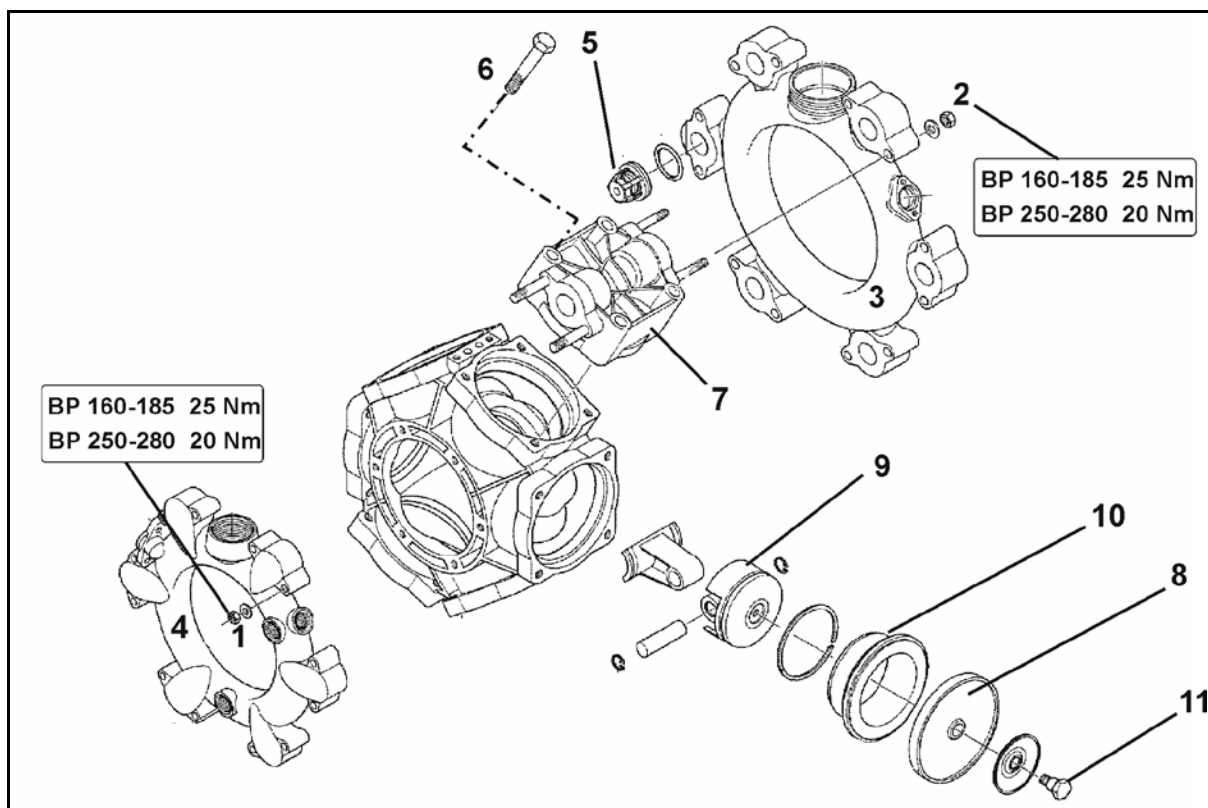

Bild 186
Kontrollera spjället då och då (Bild 186/7).
- Skjut då in spjället så långt i munstyckskropparna (Bild 186/2) som möjligt med måttlig tumkraft.
- Sätt dit munstycksfiltret (Bild 186/1) underifrån i munstyckskropparna (Bild 186/2).
- Lägg in munstycket (Bild 186/3) i bajonettmuttern (Bild 186/4)
- Lägg i gummitätningen (Bild 186/5) över munstycket.
Avlagringar på membransätet (Bild 186/6) är orsaken till att det droppar från avstängda munstycken då sprutrampen är avstängd. Rengör då respektive membran enligt följande:
- Ta bort spjället (Bild 186/7) ur munstyckskroppen (Bild 186/2) i riktning mot bajonettmuttern.